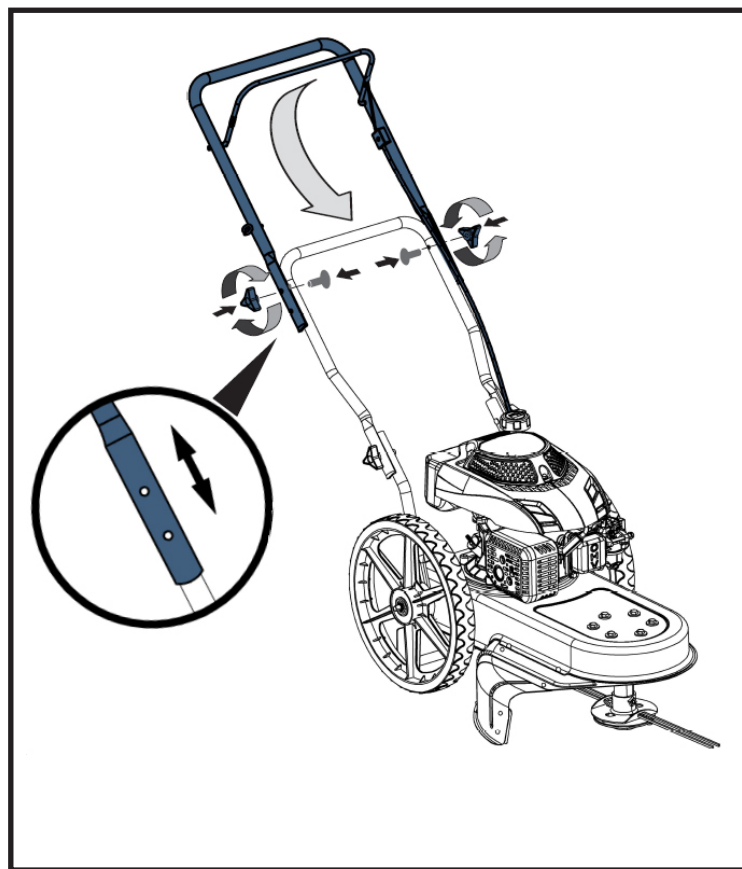

Figure 3-2
2. Trouvez la poignée supérieure et déplacez la poignée supérieure dans l'une des deux positions en pivotant et fixez la poignée centrale. Voir Figure 3-2.